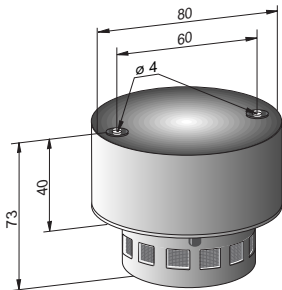

Abb. 2 Montage Maße
- Den Sockel mit dem beiliegenden Montagematerial an die Decke montieren (Maße siehe Abb. 2).
- 9-V-Blockbatterie mit dem Batterieanschluss (4) verbinden und in den Batteriehalter (1) stecken.